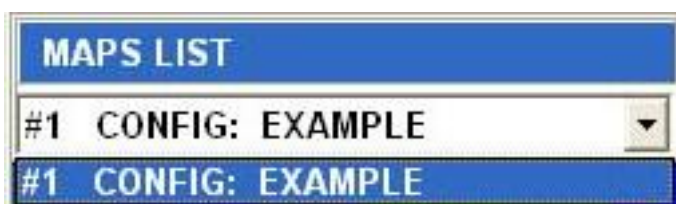

Fig.33
- «MAP LIST» - List of available maps.(Fig.33)